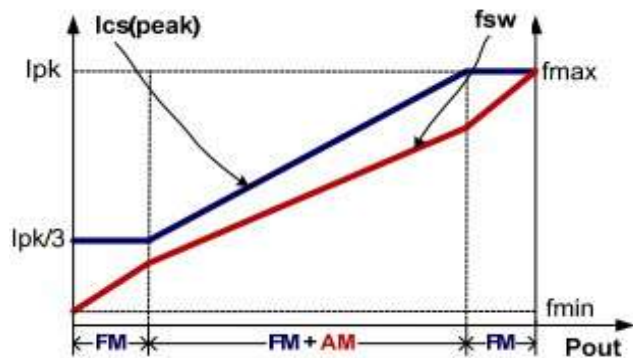

图4
为了满足平均系统效率和空载功耗的严格要求，RM3365DL 采用了调频 (FM) 和幅度调制 (AM) 混如图 4 所示。在满载的情况下，系统以 FM 模式行。在正常轻负载条件下，IC 工作在 FM+AM 模式，以实现出色的调节和高效率。当系统接近零负载时，IC 再次进入 FM 模式工作，以降低待机功耗。这样，空载损耗会小于 75mW。